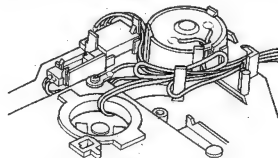

Abb. 10
- (2) Bei der Demontage und dem Wiederaufbau achten Sie darauf, daß die Kabel, wie in Abb. 10 gezeigt, verlegt werden.